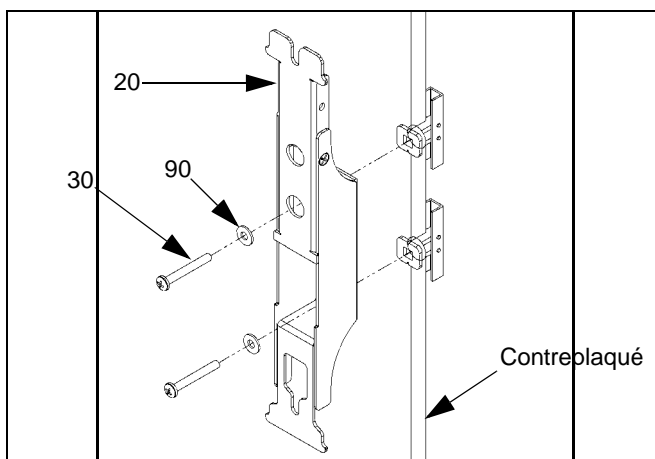

Figure 8.
8. A l'aide des deux vis à tête cruciforme n° 10 (30) et deux rondelles plates (90), sécurisez la fixation des haut-parleurs sur le mur (voir la Figure 8).
9. Répétez la procédure pour installer le deuxième support mural (20).